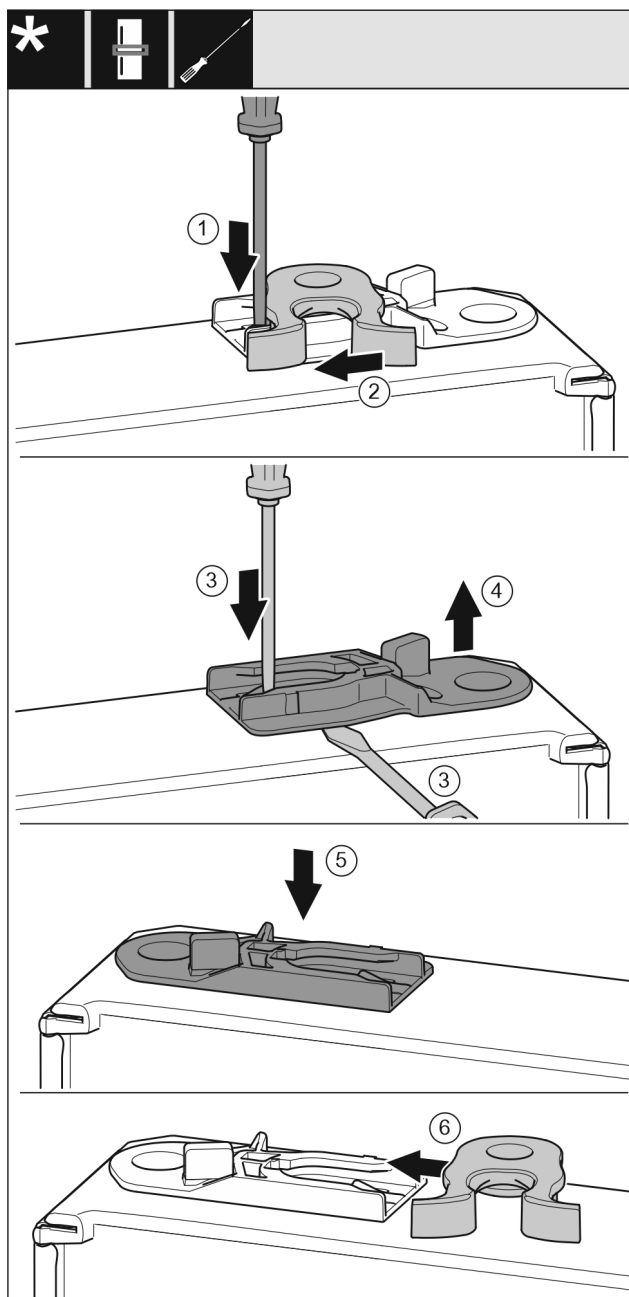

Fig. 52 *
- ▶ 用带槽螺丝刀向下按住接片 Fig. 52 (1)。*
- ▶ 将锁钩 Fig. 52 (2)从导向装置拉出。*
- ▶ 拉出导向轴套 Fig. 52 (3, 4)：用带槽螺丝刀按住接片的同时将带槽螺丝刀移动到导向轴套下方。*
- ▶ 将供货时附带的导向轴套 Fig. 52 (5)插入外壳的另一侧。*
- ▶ 将锁钩 Fig. 52 (6)推入导向装置。*